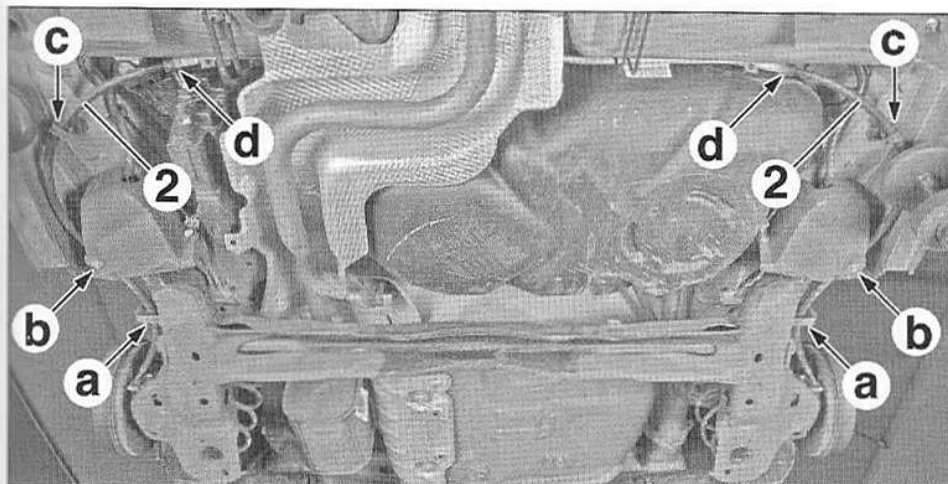

FIG.48
- Décrocher les câbles (2) du palonnier (3).
- Dégrafer et dégager les câbles (2) en (a), (b), (c) et (d) (Fig.48).